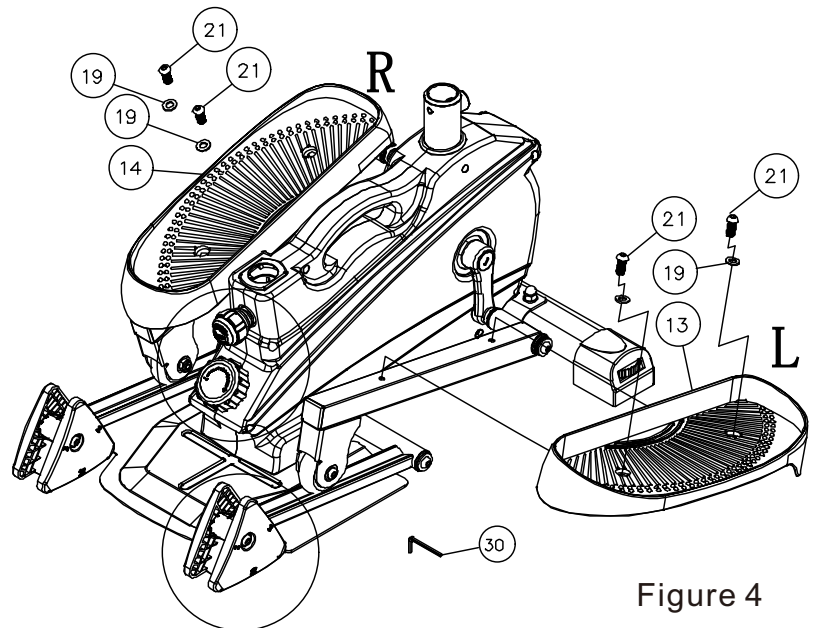

Figure 4
4. Utilisez une vis à tête hexagonale à six pans creux de 21 et une rondelle plate de 19 pour fixer les pédales de pied gauche et droite 13 et 14 aux supports de pied gauche et droite 04 et 05. Comme illustré sur la Figure 4 :